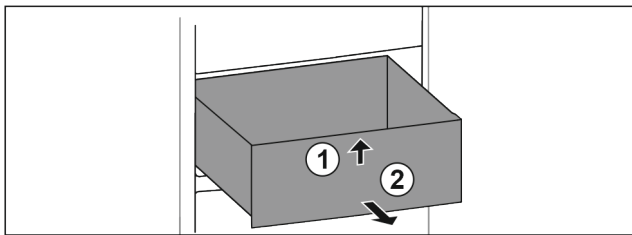

Fig. 91
- ▶ Приподнимите выдвижной ящик спереди. Fig. 91 (1)
- ▶ Извлеките выдвижной ящик движением вперед. Fig. 91 (2)